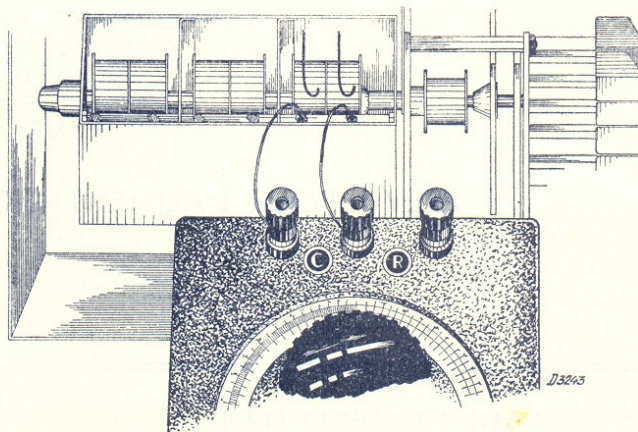

Fig. 4
1. Dessouder les connexions de C9 (fig. 4).